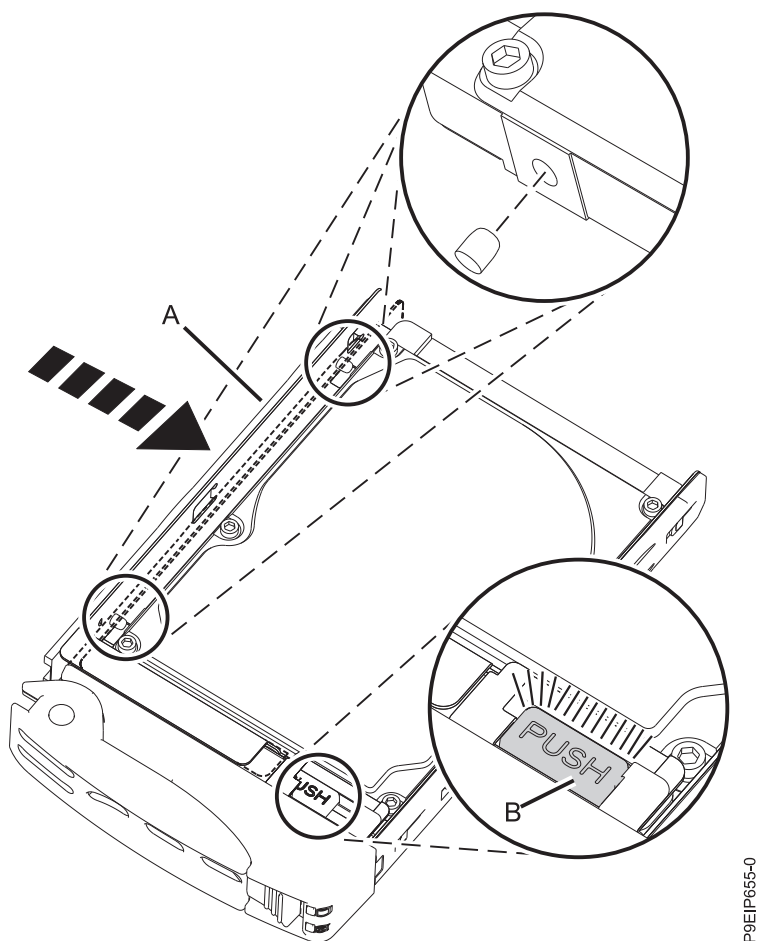

Figura 15. Fechando a bandeja de unidade traseira
3. Ao verificar os pinos de alinhamento, pressione as laterais **(A)** da bandeja juntas até o botão **(B)** se encaixar no lugar, conforme mostrado na Figura 15 na página 17.